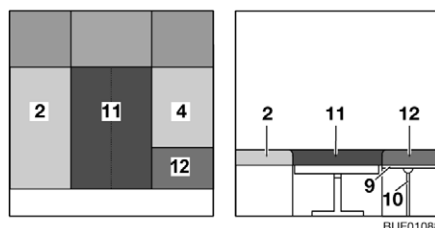

Fig. 97 Después de la transformación
- Colocar el cojín adicional (Fig. 97,11) entre los cojines del asiento (Fig. 97,2 y 4).
- Colocar el cojín adicional (Fig. 97,12) sobre la prolongación del armazón de cama (Fig. 97,9).